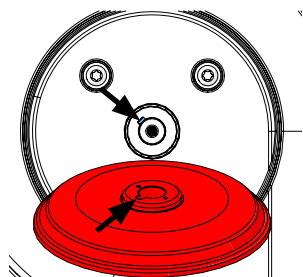

Bild 15
- Sätt dit en ny bärarfläns >>> **Observera medbringarspåret (bild 15).**